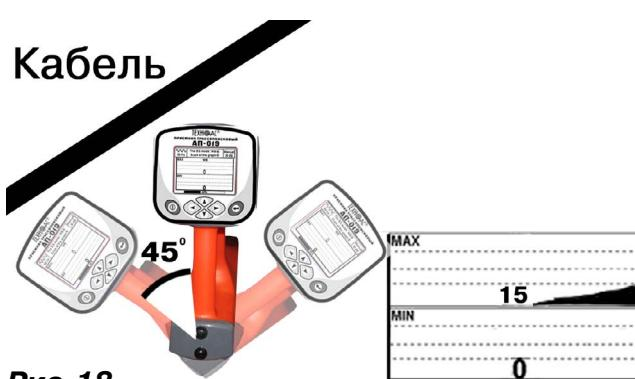

Рис. 18
- Зафиксировать значение сигнала в диапазоне от 15 до 20% на графике «MAX» в одном из положений (рис.18).